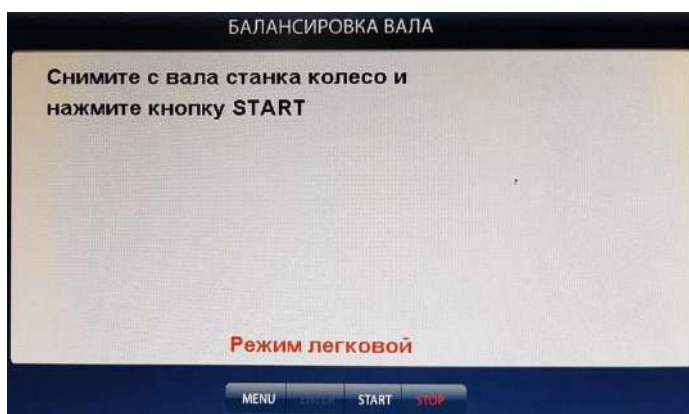

Рис. 19.1.
19.2. Установите требуемый режим балансировки (1 или 2) и войдите в программу калибровки, нажав кнопку МЕНЮ, в открывшемся окне Меню выберите пункт 4 «Калибровка», нажав кнопку 4 в верхнем ряду клавиатуры. Выберите пункт 2. Откроется окно БАЛАНСИРОВКА ВАЛА (рис.19.1).